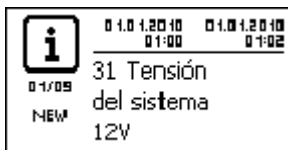
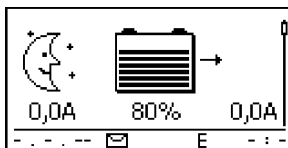

Fig. 5: Mensaje de suceso con la tensión del sistema detectada (ejemplo: 12 V)
Fig. 6: Configuración original de la indicación de estado
2. ➤ Conectar el fusible externo de la batería: introducir fusible en su soporte o conectar el interruptor seccionador de CC. El regulador se pondrá automáticamente en marcha y, al cabo de unos pocos segundos, mostrará la tensión del sistema que ha detectado (= tensión de la batería) en un mensaje de suceso (Fig. 5).
3. ➤ Anotar la tensión de sistema indicada en la Fig. 5.
4. ➤ Pulsar »ESC« para confirmar el mensaje de suceso. Aparece la configuración básica de la indicación de estado (Fig. 6).
6. ➤ Si no parecen Fig. 5 y Fig. 6, comprobar la instalación y solucionar los posibles fallos a través de ↻ 15, pág. 54 y siguientes.